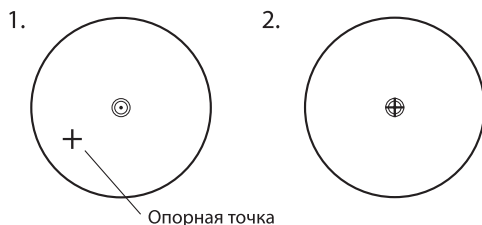

Рис. 5-4
(1) Вращайте кольцо окуляра оптического центрира таким образом, чтобы визирные нити оказались в фокусе; вращайте ручку фокусировки так, чтобы опорная точка оказалась в фокусе. Затем ослабьте центральный винт для перемещения всего прибора (следите, чтобы прибор не вращался) таким образом, чтобы опорная точка совпала с центральной точкой визирных нитей. Вновь затяните центральный винт.
(2) Осуществите точную горизонтировку прибора, как описано в п. 5.3 и повторяйте операцию (1) п. 5.4.2 до тех пор, пока прибор не окажется точно горизонтированным, а центр визирных нитей оптического центрира не совпадёт в точности с опорной точкой (как показано на Рис. 5-4).